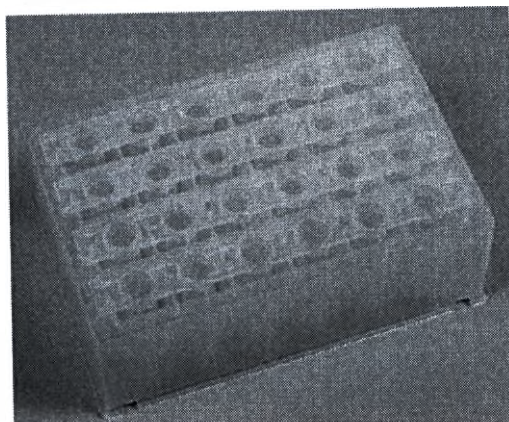

Рисунок 4-25. Упаковка, состоящая из четырех гребенок с 6 наконечниками.
1. Возьмите упаковку, состоящую из 24-луночного планшета KingFisher Flex с четырьмя установленными гребенками с 6 наконечниками к процессору KingFisher Duo (рисунок 4-25).